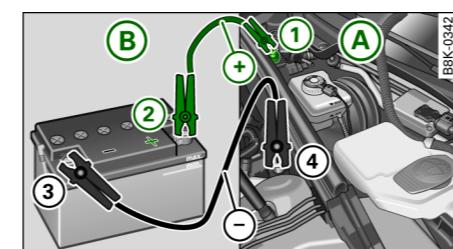

图 269 用另一汽车的蓄电池进行辅助启动：A – 电量耗尽的蓄电池，B – 供电蓄电池
- 1. 将电缆的一端固定在待启动车辆 **A** 的 跨接辅助启动销上 ⇒ 第 236 页, 图 269 ① (红色盖板下的启动销 = “正极”)。
- 2. 将电缆另一端连接在供电蓄电池 **B** 的正极 **②** 上。